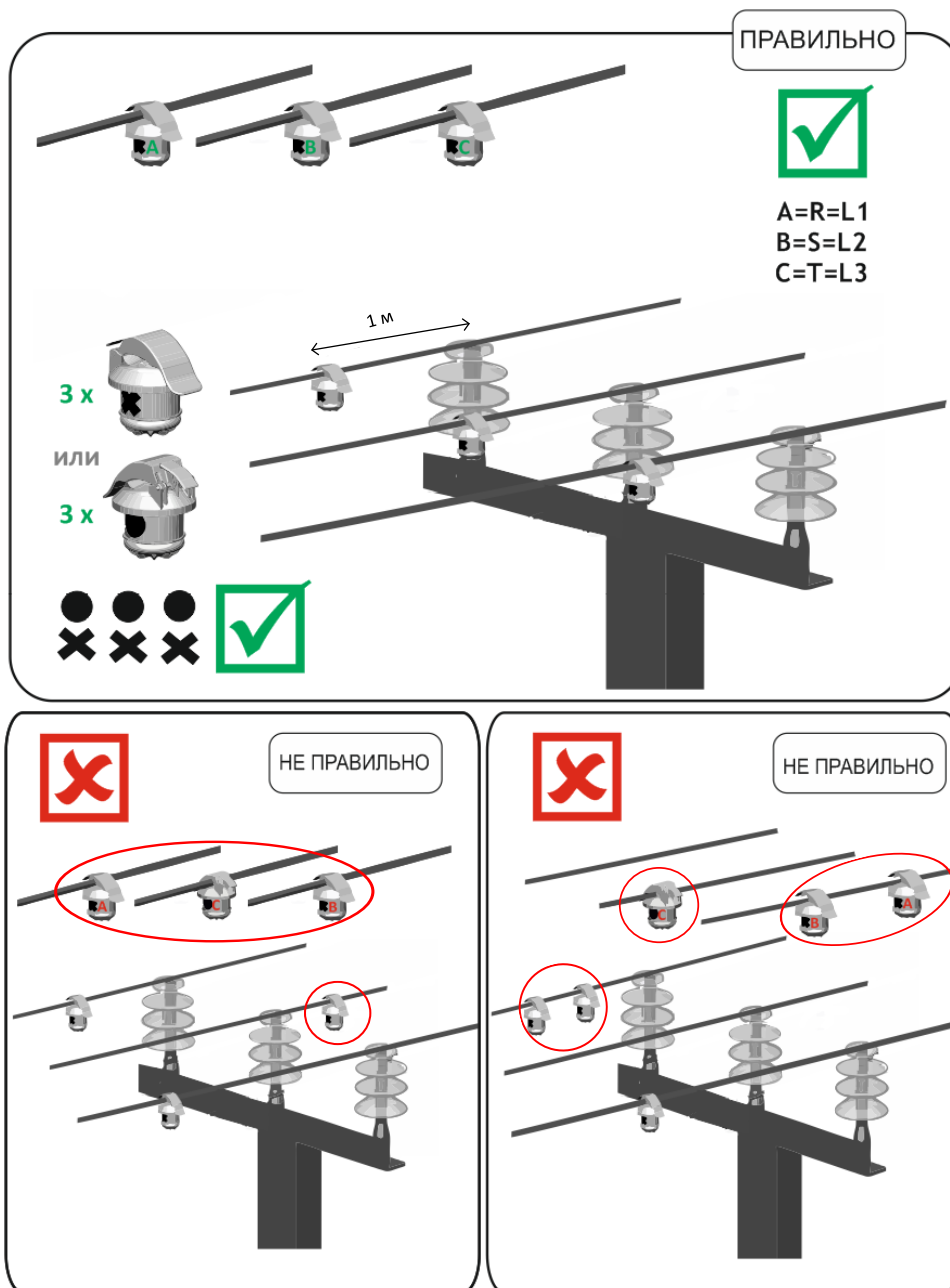
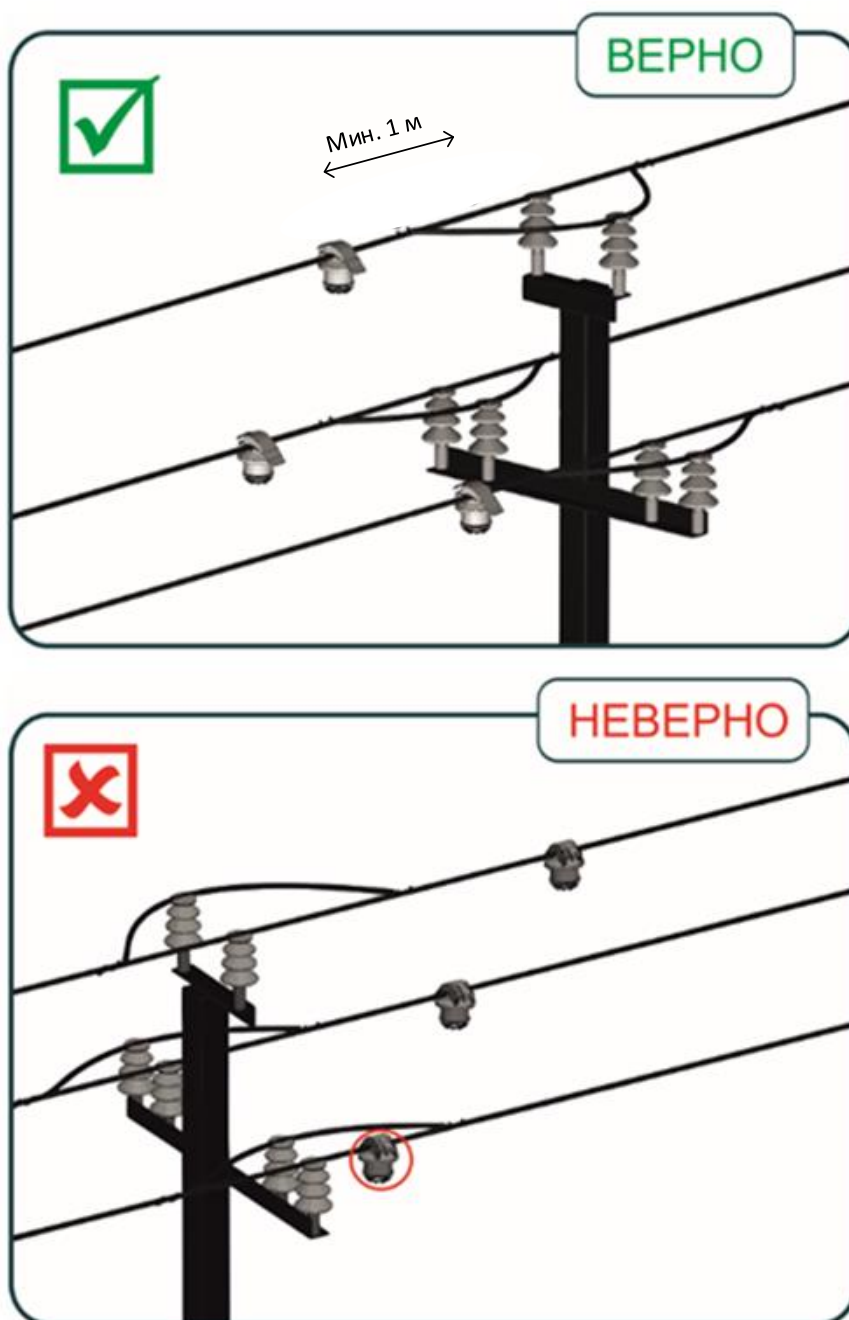

Рисунок 9 – Пример установки комплекта индикаторов ИКЗ-В54Л
Рисунок 12 – Пример установки комплекта индикаторов ИКЗ-В54Л
2.4.2 При установке все индикаторы должны быть ориентированы в одном направлении. Приборы устанавливаются на ВЛ в соответствии с маркировкой: крест должен быть направлен в сторону питающего центра. Примеры установки устройств комплекта индикаторов ИКЗ-В54Л на линию приведены на рисунках (см. Рисунок 9- Рисунок 12).